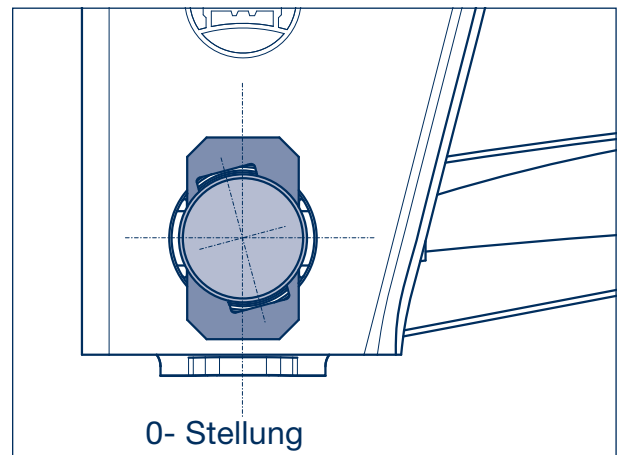

Bild 12
- [15] Zur Korrektur die Sicherungsmuttern (1168, SW 36 / SW 46) am Federbolzen (1154) etwas lösen und die Kulissenscheibe (1161) beidseitig, je nach Einspurrichtung, nach oben bzw. nach unten gleichmäßig mit leichten Hammerschlägen verschieben (Bild 12 und 13).